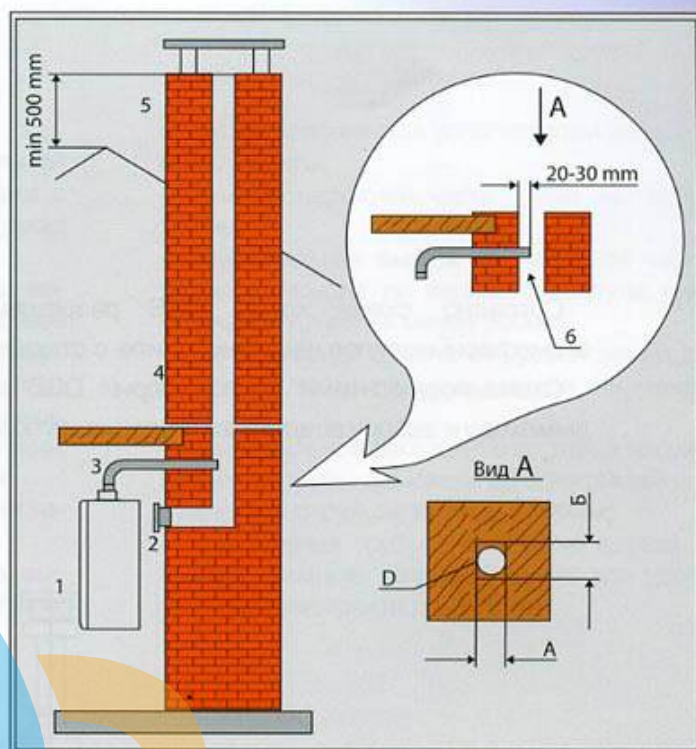

рис. 17
2. Конструктивное исполнение дымохода здания показано на рис. 17